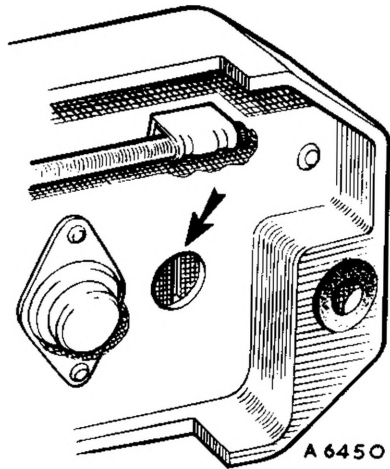

Fig. N.15
- (d) Lasciando invariato il circuito di cui al punto (3), far ruotare l'alternatore a 3000 giri/min.
- (e) Ruotare la vite di taratura lentamente sinchè il voltmetro segnali una tensione compresa tra i valori prescritti e sia costante (Ved. la Fig. N.15). Bastano piccole rotazioni per ottenere sbalzi notevoli di tensione.